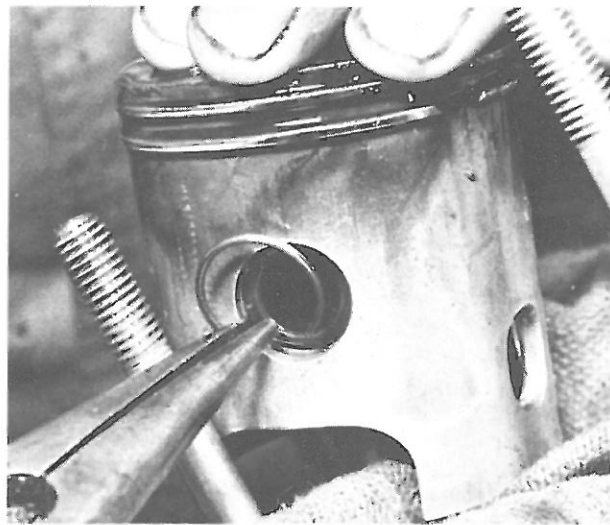

Bild 116
- Bolzen und Augen vor dem Einschieben gut einölen. Wenn der Bolzen in richtiger Lage sitzt, werden die Sicherungen links und rechts eingesetzt. Verwenden Sie *niemals* alte Sicherungen und achten Sie darauf, dass die Drahringe einwandfrei in ihre Nuten einschnappen. Nicht sauber eingesetzte Sicherungen können erhebliche Schäden anrichten (Bild 116).